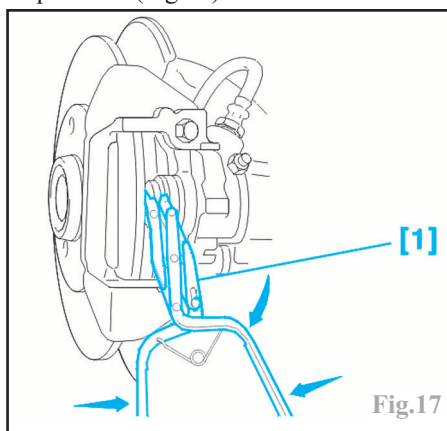

Fig.17
-repousser le piston à l'aide d'un outil adapté de type **FACOM D60A (1)** ou équivalent (Fig.17).